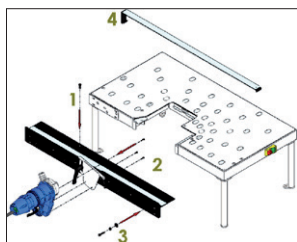

Abb. 7
- Befestigen Sie den Schneider mit den Schrauben (Abb. 7).